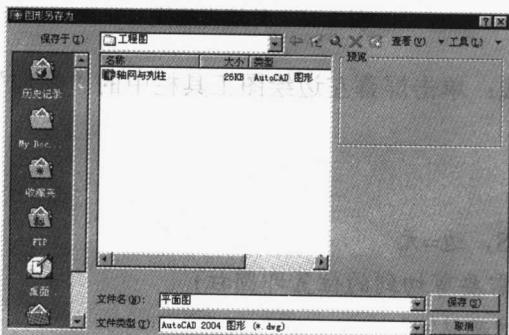

图 1-18 “图形另存为”对话框
(7) 另存文件：选择“文件”→“另存为”菜单，会出现如图 1-18 所示的“图形另存为”对话框，在“保存于”后的下拉列表框中选择存放文件的位置，在对话框下方的“文件名”文本框中输入“平面图”作为该文件的文件名。